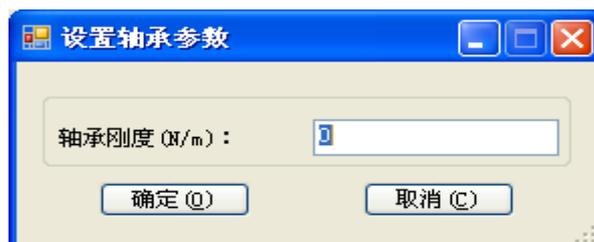

图 4.7 轴承参数设置
- (3) 选择设为轴承所处单元功能，系统弹出对话框，如图 4.7 所示。输入轴承刚度后即完成轴承设置。